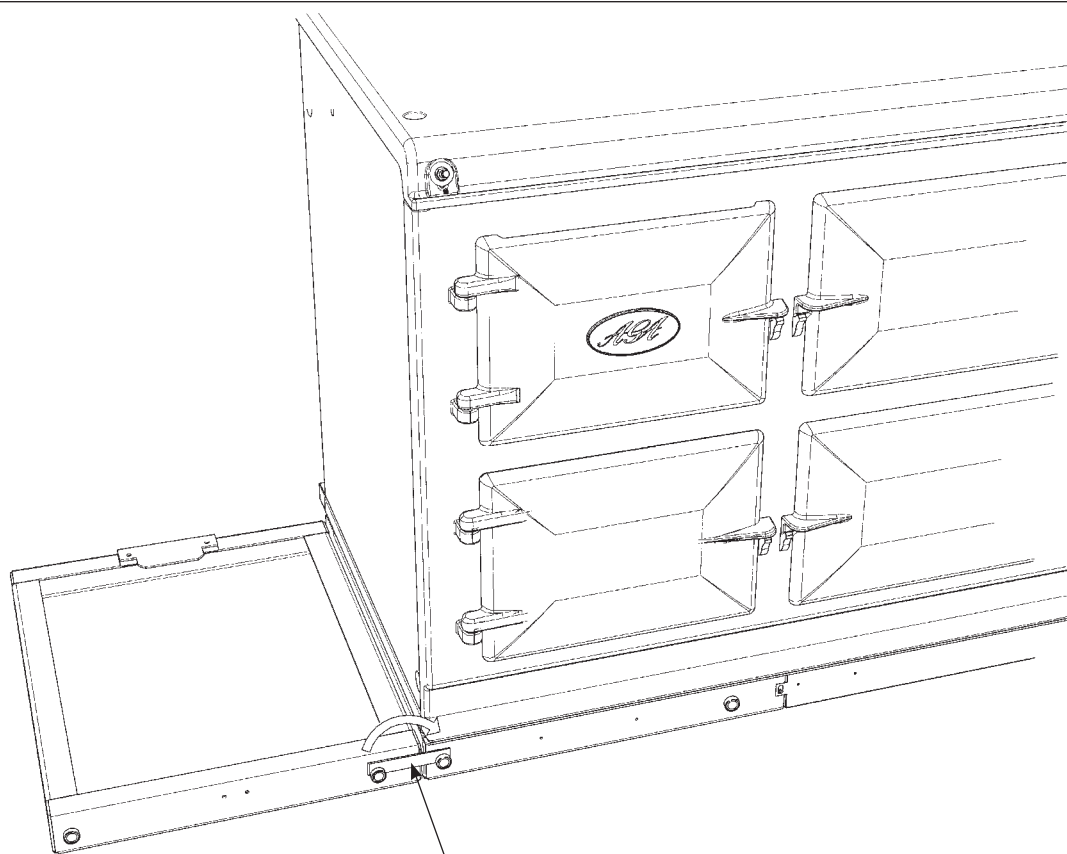

Fig. 30.6
5. Le crochet de jointoiement frontal peut maintenant être accroché au-dessus des deux aimants. Les deux socles seront ainsi rassemblés (**Fig. 30.6**).